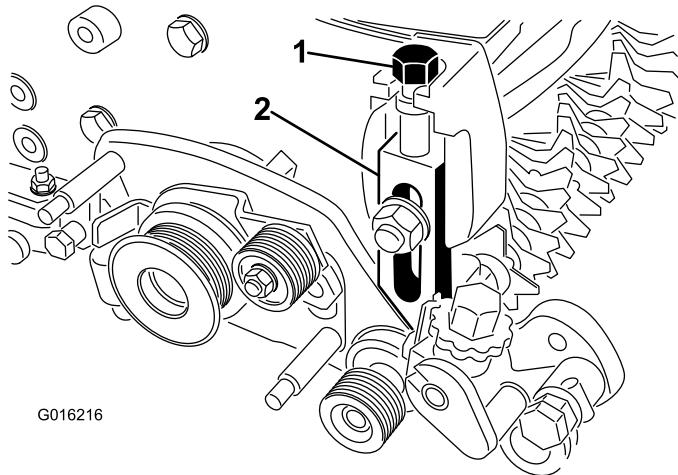

Рисунок 10
21. Вверните винт регулировки высоты скашивания в верхнюю часть узла правого рычага регулятора (Рисунок 10).
22. Установите узел правого рычага регулятора на боковую плиту режущего блока с помощью имеющихся лемешного болта и гайки, а также новой шайбы. Убедитесь, что конец стержня узла рычага высоты скашивания вошел во втулку в отверстии узла привода механической щетки (Рисунок 10).
25. Вверните винт регулировки высоты сканивания в верхнюю часть узла левого рычага регулятора (Рисунок 10).
27. Установите узел левого рычага регулятора на боковую плиту режущего блока с помощью имеющихся лемешного болта и гайки, а также новой шайбы (Рисунок 10).